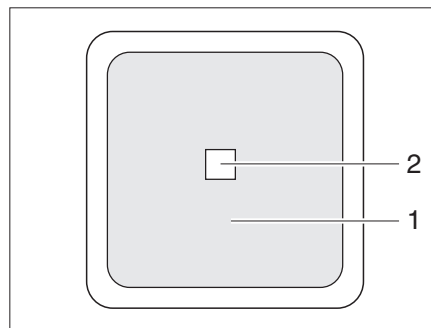

Fig. 259 Conmutador externo
- II "Remo." = El aparato se puede encender y apagar con el conmutador externo (Fig. 259,1).
El conmutador externo del convertidor (Fig. 259) se encuentra en el habitáculo del vehículo o en el garaje. El conmutador está identificado con el rótulo "Convertidor". El LED (Fig. 259,2) indica el estado de funcionamiento del convertidor.